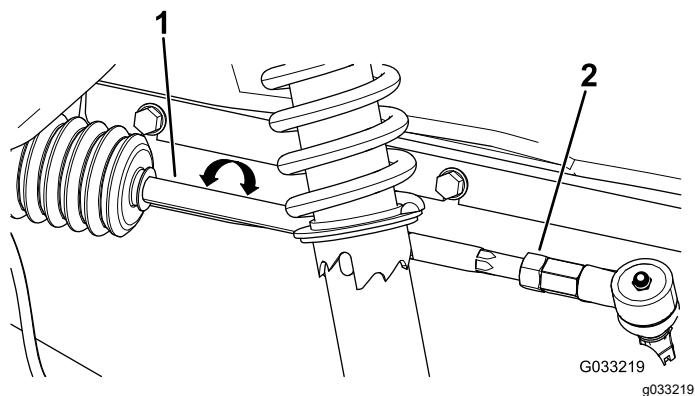

図 55
2. 前後の測定値の差が所定範囲 0-6 mm にならない場合は、タイロッドの外側端部にあるジャムナットをゆるめて調整を行う 図 55。